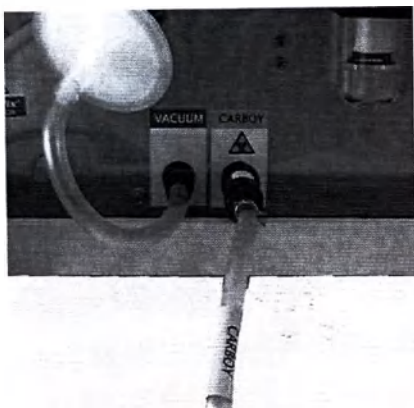

Рис.2-11
5. Подсоедините сливную трубку (цветовой код: желтый) к коннектору с надписью "CARBOY" на задней панели прибора (рис. 2-11).